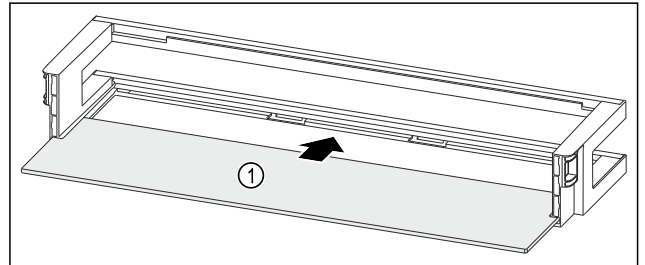

Fig. 144 Türabsteller mit Abstellfläche
- ▶ Abstellfläche Fig. 144 (1) in die seitlichen Aussparungen einschieben.